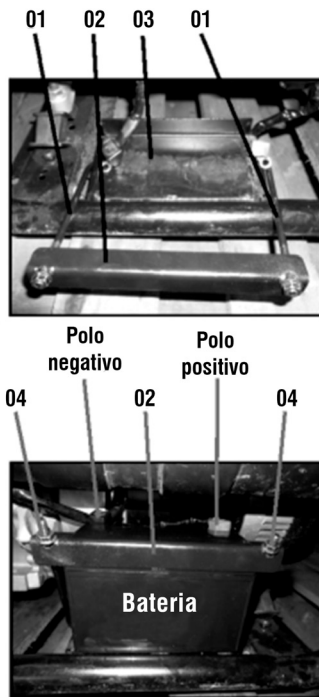

Fig. 20 – Instalação da bateria
- Conecte o terminal negativo (-) do gerador de solda no polo negativo da bateria (cor preta) (Fig. 20);
- Conecte o terminal positivo (+) do gerador de solda no polo positivo da bateria (cor vermelha) (fig. 20);
- e. Encaixe o suporte (peça 2) na bateria (fig. 20);